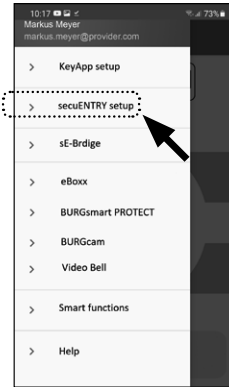

Abb. 46
- 2 Tippen Sie den Menüpunkt „secuENTRY setup“ (Abb. 46) an.